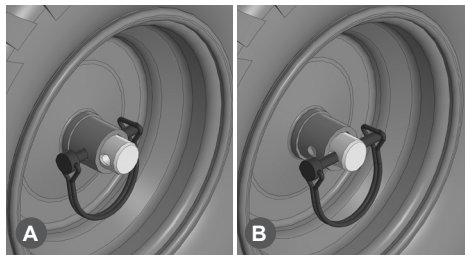

Рис. 8. Установка левого колеса
- Аналогичным образом установите левое колесо. Шплинт крепления колеса должен быть вставлен во внутреннее отверстие в оси (Рис. 8А).
Также возможна установка шплинта во внешнее отверстие оси без фиксации колеса (Рис. 8В). При этом колесо будет свободно вращающимся. Таким образом будет обеспечена функция разблокировки колёс и разворот снегоотбрасывателя на месте станет значительно легче (например, для транспортировки по помещению), но в таком случае левое колесо приводиться в движение от двигателя не будет.